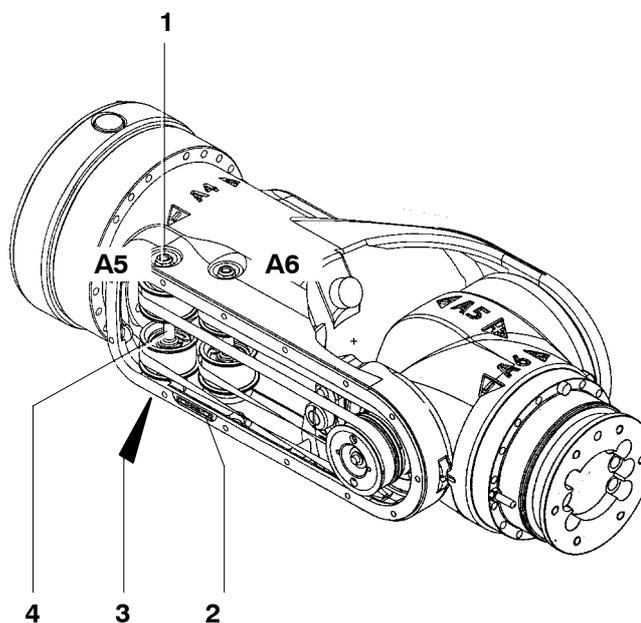

Fig. 107 Réglage de la tension de la courroie dentée
- (6) Desserrer, dévisser et remplacer l'écrou hexagonal (Fig. 107/1) à l'arbre excentrique (4).
- (7) Monter la clé sur le six pans (3) et tourner l'arbre excentrique (4) dans le sens requis.